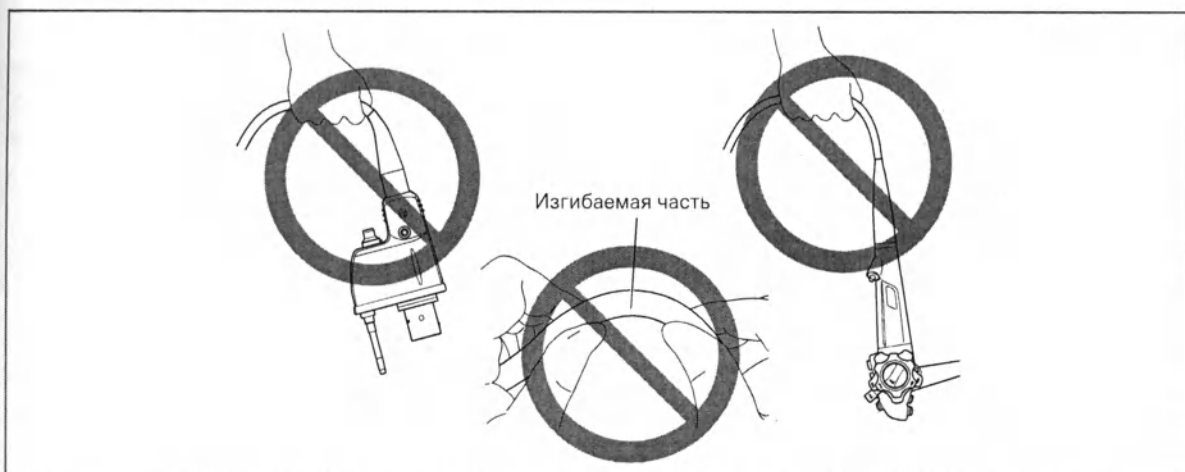

Рис. 3.3
- При транспортировке эндоскопа НЕЛЬЗЯ брать и нести его только за соединительный шнур или вводимую часть. Также НЕЛЬЗЯ сильно сжимать и сгибать изгибаемую часть (рис. 3.3). Это может привести к повреждению эндоскопа.